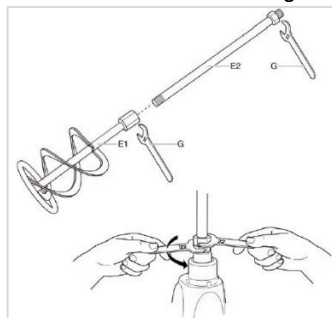

Abbildung 4
- Die Geschwindigkeit für das Rührwerk stellen sie am Geschwindigkeitsregler ein, wie in Abbildung 4 zu sehen.